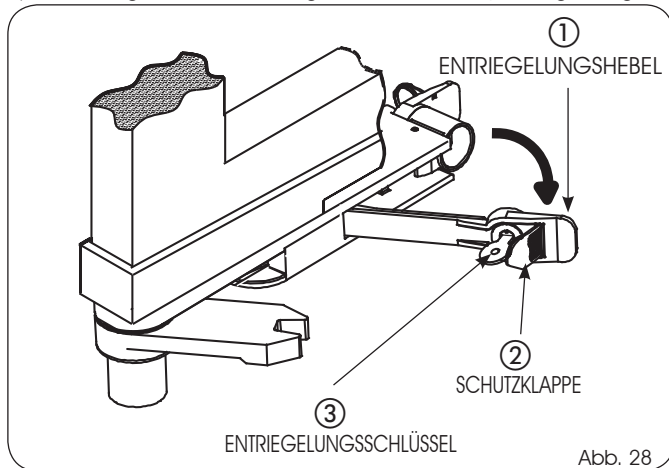

Abb. 28
1) Die Schutzklappe (Abb. 28, ②) öffnen.
2) Den Entriegelungsschlüssel in das Schloss stecken (Abb. 28, ③) und im Uhrzeigersinn bis zum Anschlag drehen.
3) Den Entriegelungshebel (Abb. 28, ①) zu sich hin ziehen.
2) Den Entriegelungsschlüssel in das Schloss stecken (Abb. 28, ③) und in die entgegengesetzte Richtung bis zum Anschlag drehen.